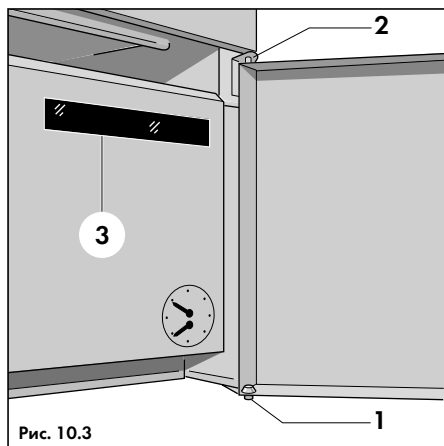

Рис. 10.3
- Осторожно нажать на верхний шарнирный штифт (2, рис. 10.3) так, чтобы нижняя передняя откидывающаяся панель вышла из зацепления, и снять ее с нижнего шарнирного штифта (1, рис. 10.3) вверх;